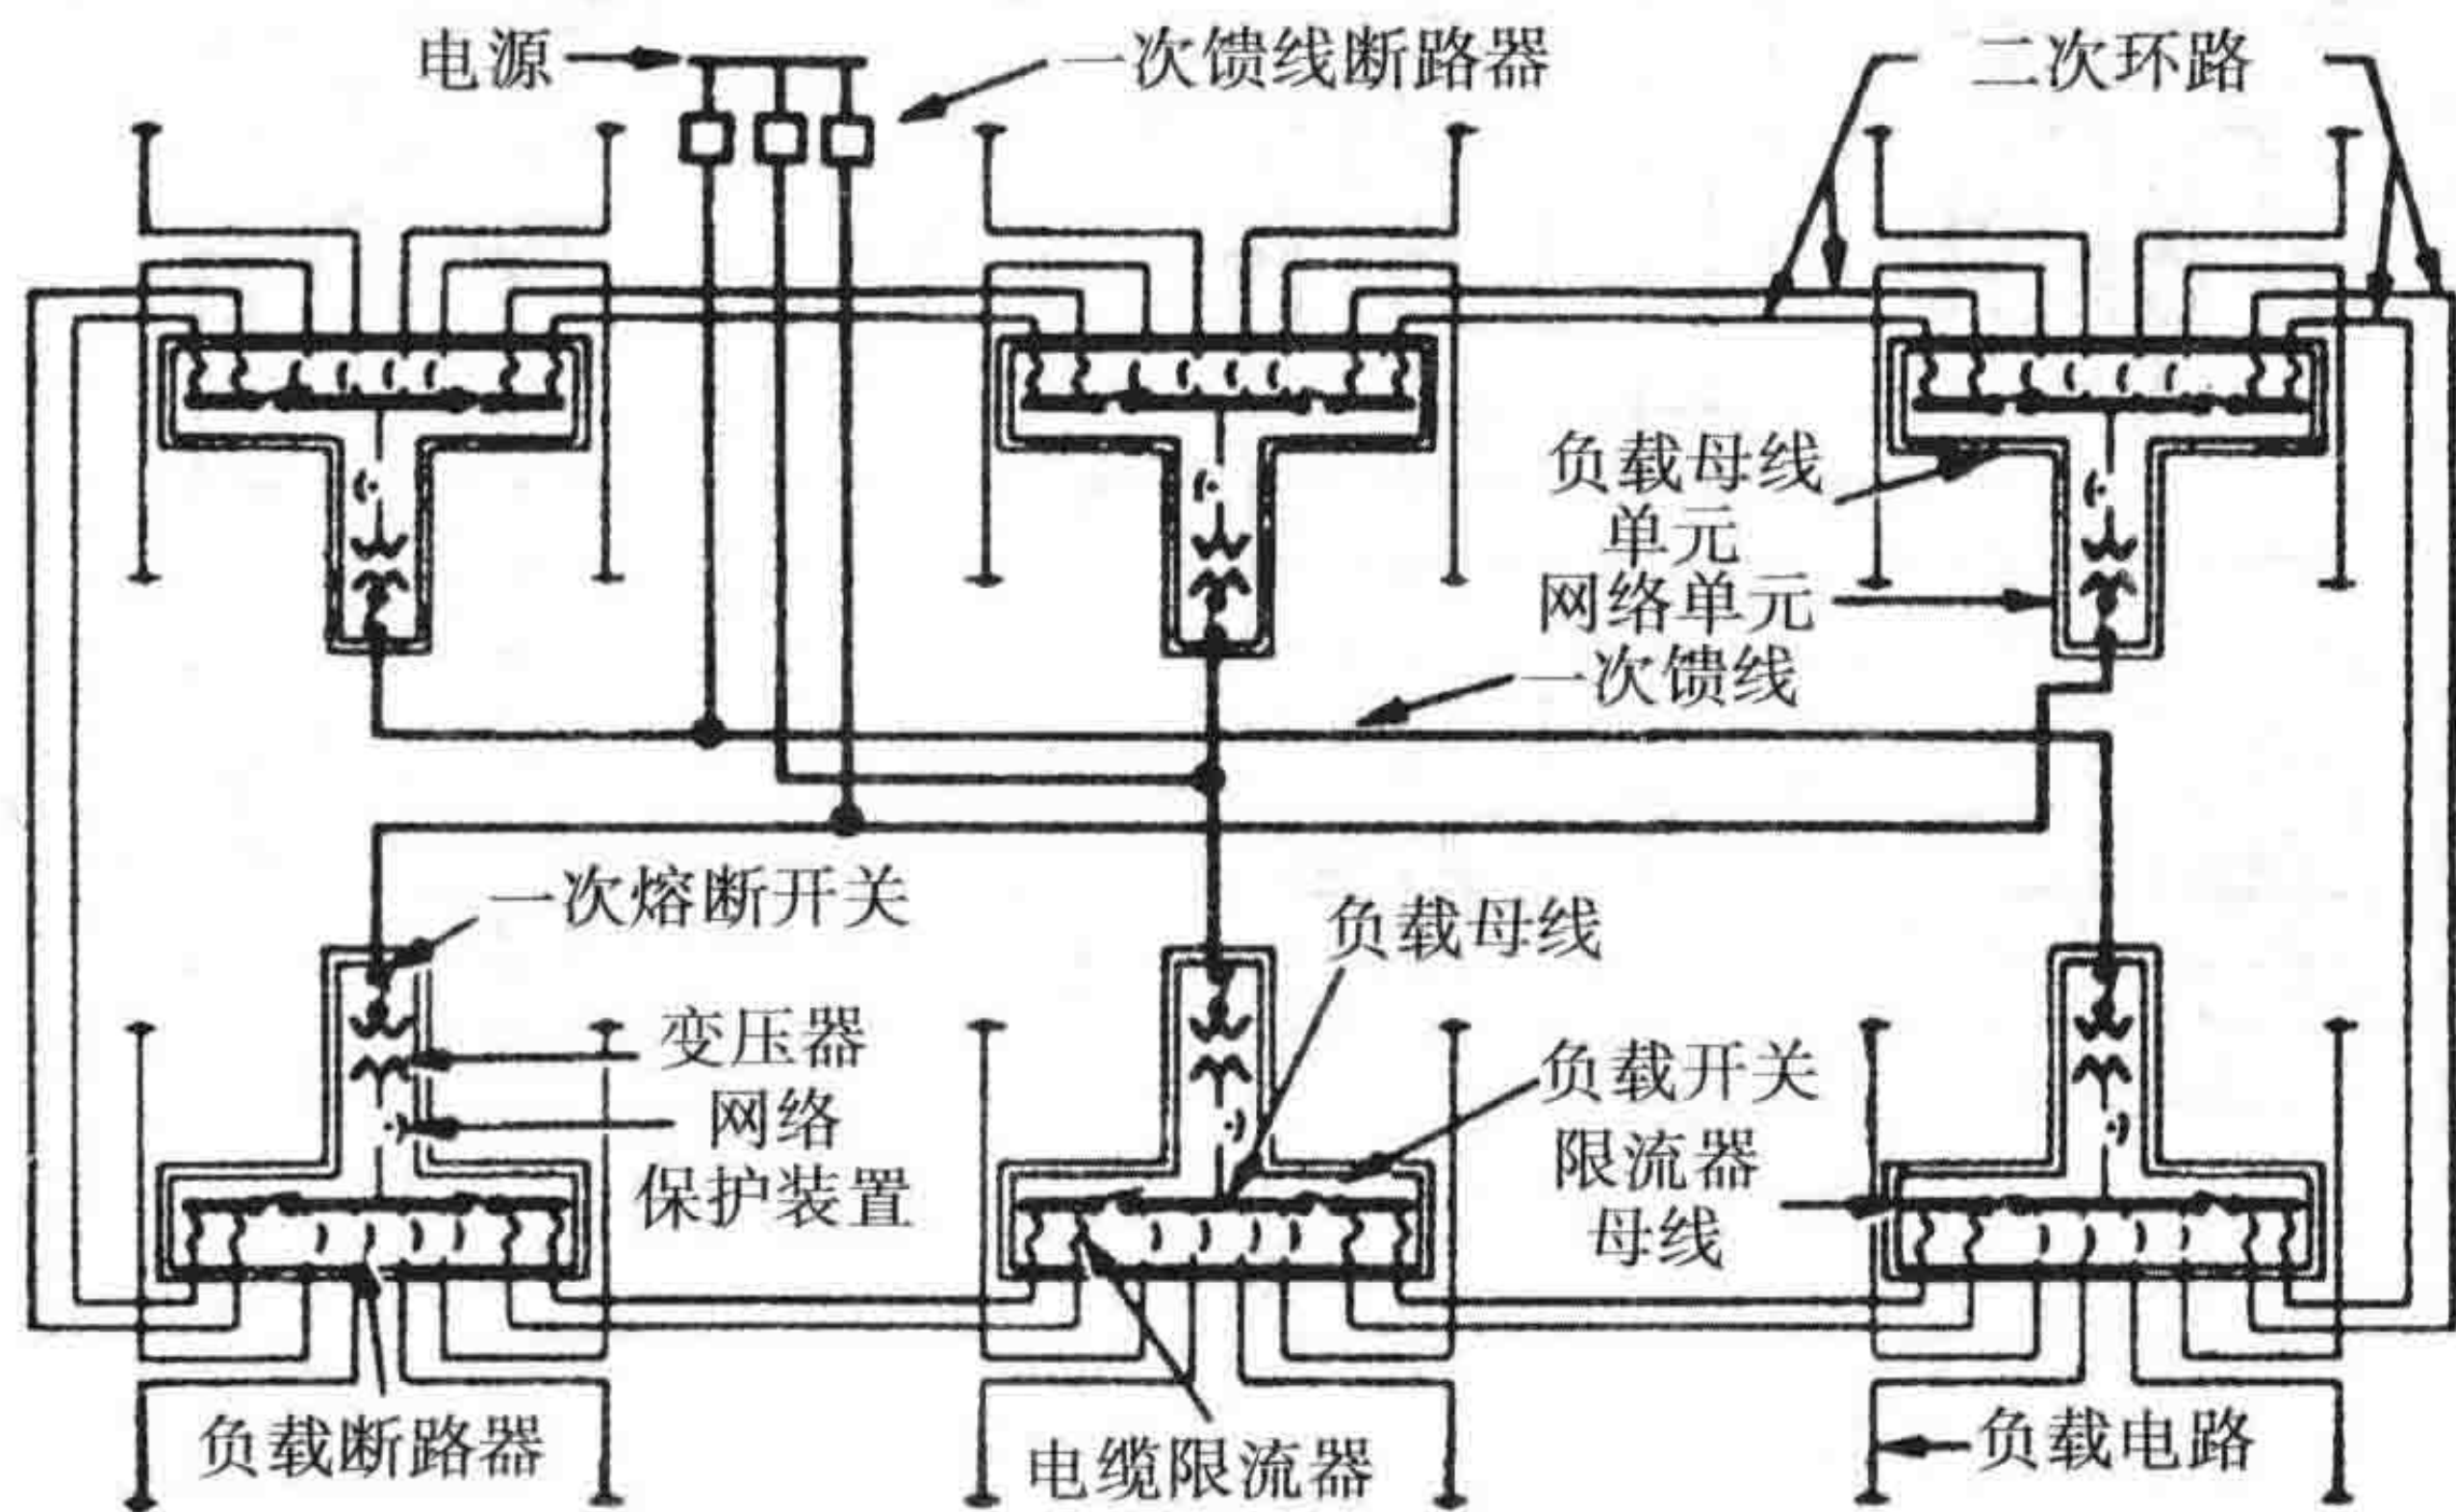

图 20-15 简单网络系统 (Westinghouse 产品)
**简单网络系统** 交流二次侧网络系统在城市高负载密度地区已经应用了很多年。通过对这类系统的改进，能够使其适用于建筑物内部的供电（见图 20-15）。